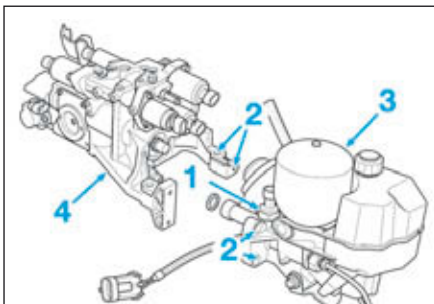

FIG.66
- Déposer (Fig.66) :
- le capteur de pression (1).
- les vis (2).
- Séparer le groupe électro-pompe (3) du module actionneur (4).